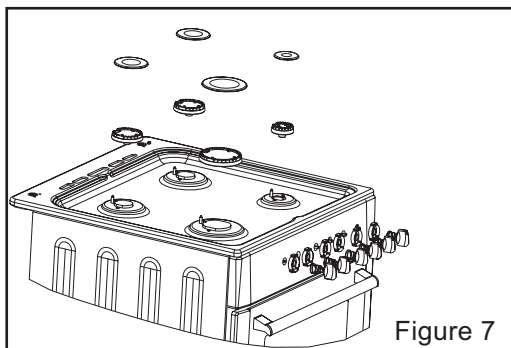

Figure 7
Le technicien devra tout d'abord vérifier le réglage gaz de votre cuisinière. Si elle est livrée en gaz naturel, il devra changer les injecteurs (voir ci-dessous) pour la rendre utilisable en gaz butane. L'installation doit être faite avec un tuyau gaz spécifique butane/propane vendu avec 2 colliers. l'embout gaz butane avec le joint sera installé sur la cuisinière, le tuyau sera enfoncé à fond sur cet embout et un collier sera installé en serrant correctement, mais sans couper le tuyau. Faire de même coté détenteur (voir fig. 7).
- Retirez le chapeau de brûleur + le brûleur supérieur. (voir fig.7)